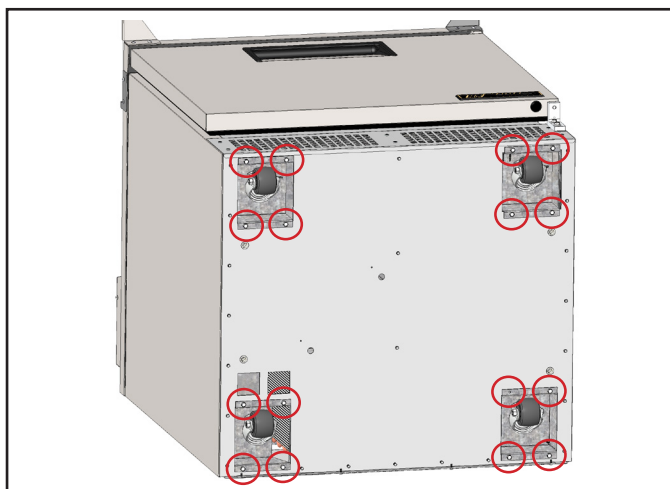

Рис. 9. Выкрутить четыре винта, фиксирующие коробку роликовой опоры.
2. Снять коробку роликовой опоры. См. рис. 9.